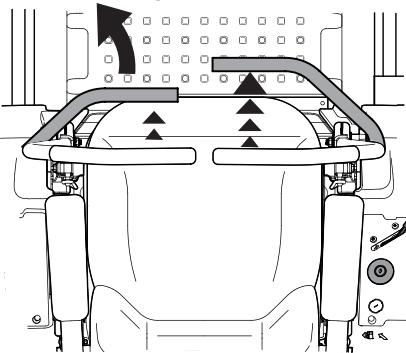

Figura 3-4
- Para girar a la izquierda, mueva la palanca de control izquierda hacia atrás respecto de la palanca derecha. Consulte Figura 3-4.